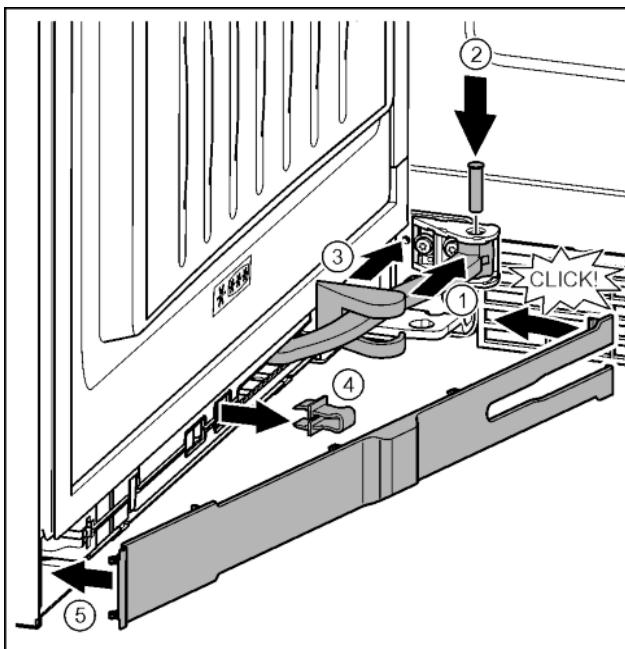

Fig. 36
- ▶ Повернуть шарнир в навеске. Fig. 36 (1)
- ▶ С помощью отвертки T15 вставить палец в навеску и шарнир. При этом следить за тем, чтобы выступ фиксатора занимал правильное положение в пазу. Fig. 36 (2)
- ▶ Переместить крышку опорного кронштейна вдоль шарнира и установить над навеской. Fig. 36 (3)
- ▶ Снять предохранитель. Fig. 36 (4)
- ▶ Установить накладку со стороны ручки и повернуть. Fig. 36 (5)